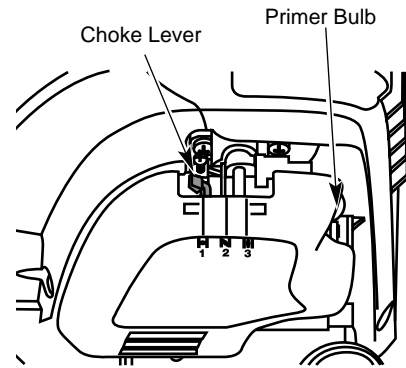

Fig. 21
3. Pressez et relchez la poire d'amorage ^ 10 reprises, lentement. Une certaine quantit de carburant devrait ẽtre visible dans la poire d'amorage et les conduites de carburant (Fig. 21). Si vous nÕapercevez pas de carburant dans la poire, pressez et relchez la poire autant de fois que ncessaire jusqu' ce que vous aperceviez du carburant dans cette dernire.
4. Mettez le levier d'trangleur en Position 1 (Fig. 21).
6. Mettez le levier d'trangleur en Position 2 (Fig. 21).
9. Mettez le levier d'trangleur en Position 3 (Fig. 21). La machine est prte ^ ẽtre utilise.